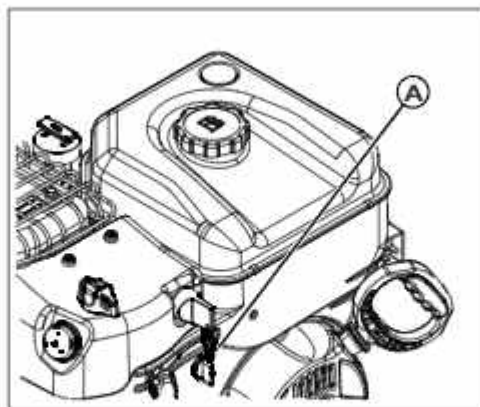

Рис. 22
1. Поверните ключ зажигания (рис. 22, поз. А) в положение ВЫКЛ. Выньте ключ зажигания или ключ вкл/выкл (в зависимости от комплектации).